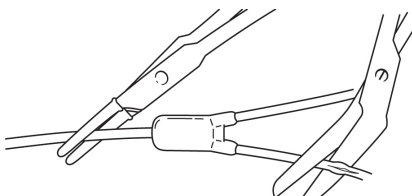

Fig. 11
2. Αποκόψτε το κατεστραμμένο τμήμα του σωλήνα προέκτασης, αφήνοντας επαρκές τμήμα του σωλήνα, ώστε να είναι δυνατή η επιδιόρθωση. (Fig. 11)